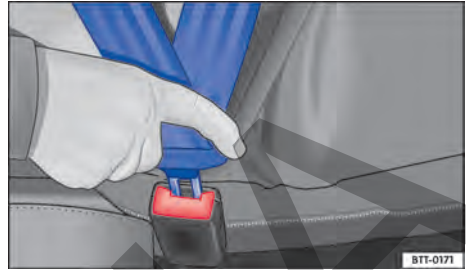

Fig. 26 Introducir la pestaña de encastre del cinturón de seguridad en el cierre del cinturón.
- Introducir la lengüeta del cinturón firmemente en el cierre del cinturón de seguridad correspondiente al asiento → fig. 26.